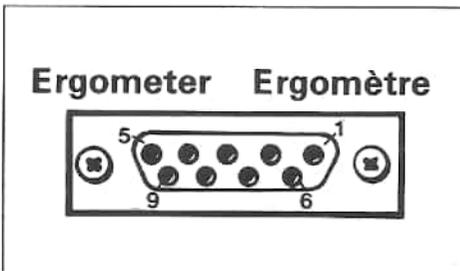

Bild 2-6. Ergometer-Anschluß
| (6) Griff (ausklappbar) | (15) Anschluß für Ergometer (Bild 2-6) |